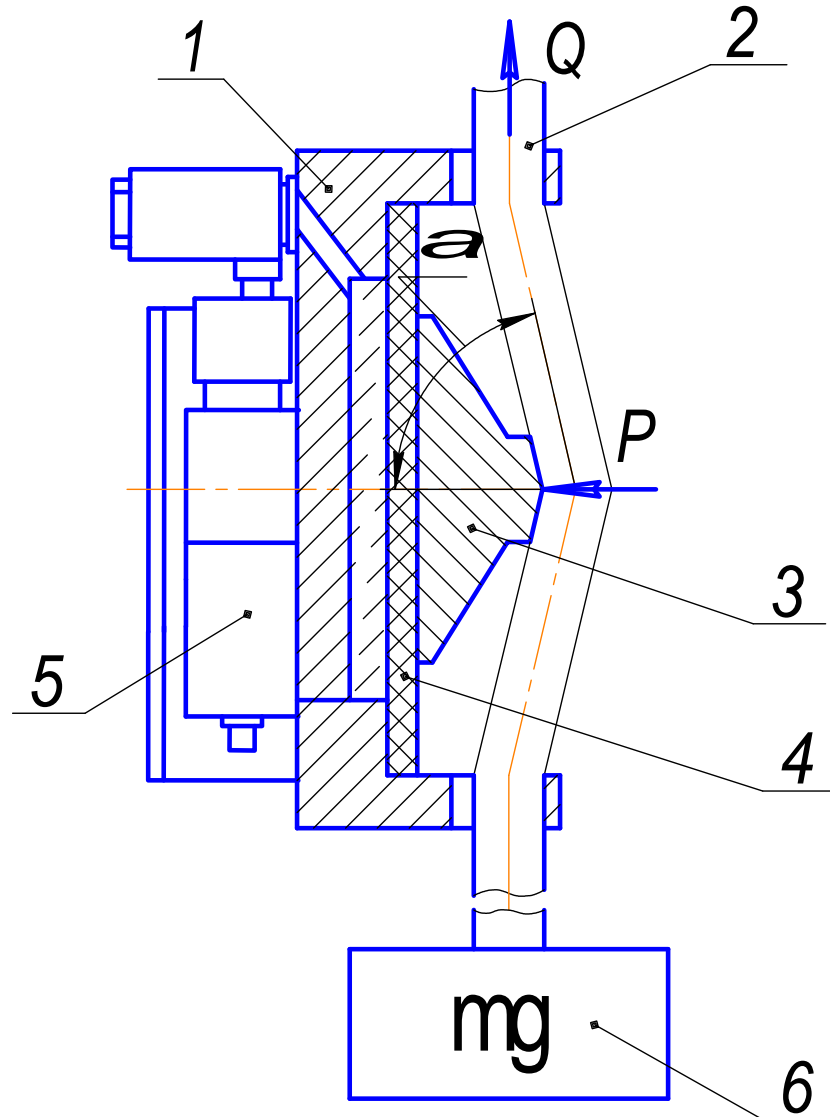

Рис. 1
4.1. Принцип действия измерителя (рис.1) основан на преобразовании усилия натяжения  $Q$  конца талевого каната поз. 2, вызванного нагруженным весом инструмента поз. 6 и преломленного между крайними опорами на корпусе поз. 1 и средней опорой поз. 3, опирающейся на мембрану поз. 4, в давление в камере трансформатора и в последующем непрерывном пропорциональном преобразовании его в унифицированный выходной сигнал постоянного тока 4 – 20